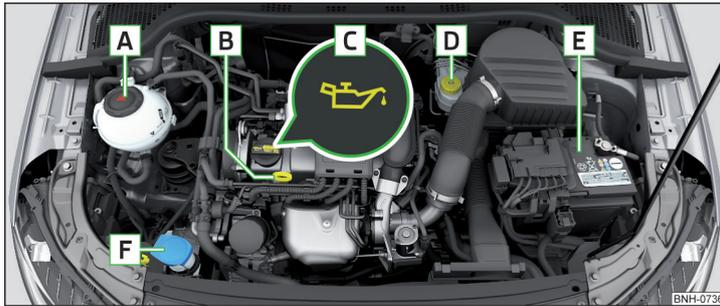

Fig. 226 Ejemplo de orden en el vano motor
- ▶ Desenrosque el tapón de la boca de llenado de aceite de motor **C** » fig. 226 de la pág. 206.